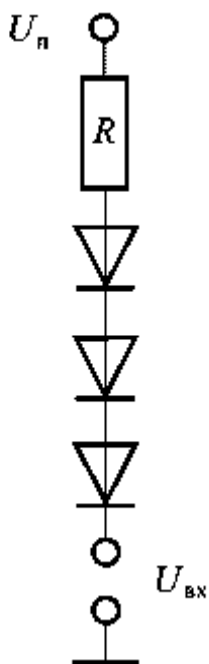
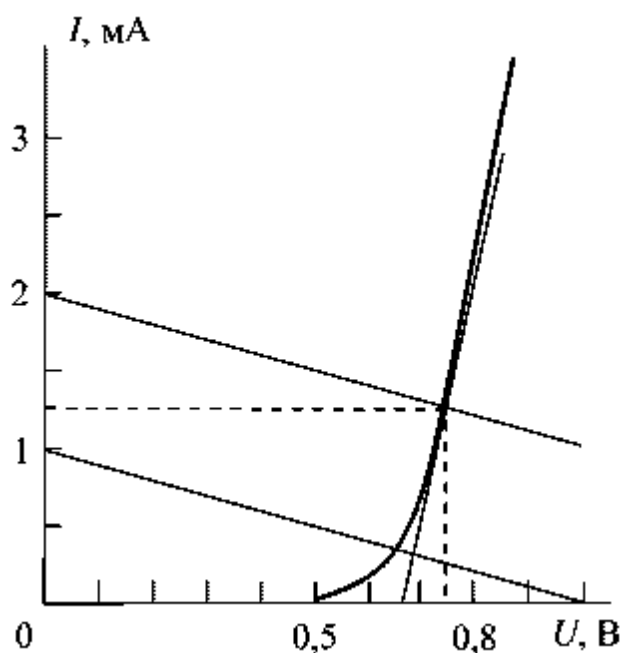

Рис.1
Рис.2
8. В схеме изображенной на рис. 1, $U_n = 5 \text{ В}$, $R = 1,6 \text{ кОм}$; $U_{вх} = 0,2 \text{ В}$. Определить ток через диоды и напряжение на каждом диоде. Определите дифференциальное сопротивление диодов $R_{диф}$ и сопротивление по постоянному току R_n . Вольт-амперная характеристика диодов приведена на рис. 2.
11. По известным h -параметрам транзистора ОБ представленного в виде четырехполюсника (рис.2), найти дифференциальные параметры его Т-образной схемы замещения. Дано: $h_{11Б}=30$ Ом; $h_{21Б}=0,97$; $h_{22Б}=1$ мкСМ; $I_3=1$ мА.